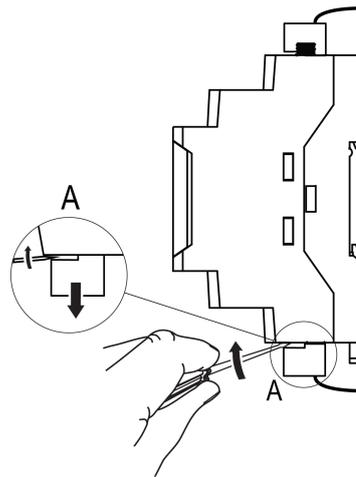

Abb. 6.3 Schneller Austausch
3. Entfernen Sie alle abnehmbaren Klemmleisten mit bestehender Verdrahtung mittels Schraubenzieher oder einem ähnlichen Werkzeug (siehe Abb. 6.3).